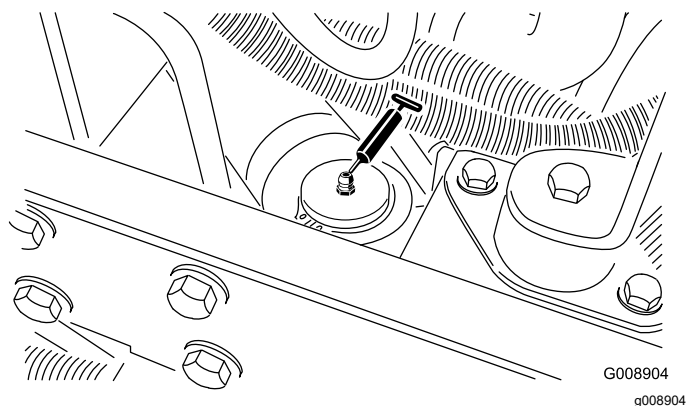

Рисунок 52
- Цилиндр рулевого механизма (Рисунок 52)